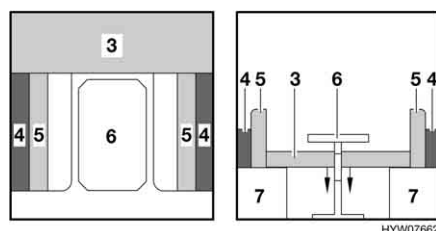

Fig. 75 Durante la trasformazione
- Inclinare il tavolo verso il basso fino all'altezza del cassone letto (Fig. 75,7). Chiudendolo si deve sentire un leggero clic.